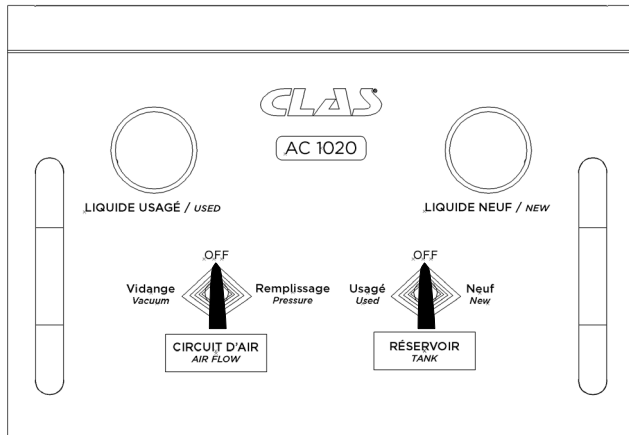
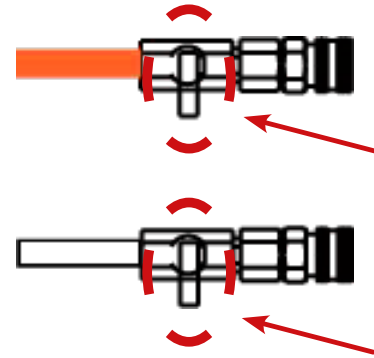

Fig. 1
Fig. 2
### 1. Position initiale (Fig. 1, Fig. 2)
- Pour aspirer un maximum de liquide, réamorcer l'aspiration en cours d'opération par une courte mise à l'air libre du circuit. Pour cela, ouvrez une vis de purge accessible puis refermez-la. Si aucune vis n'est accessible, vous pouvez soulever légèrement le cône et le replacer dans le vase. En fin d'aspiration, positionnez simplement la vanne circuit d'air sur " Off " (Fig.1) en laissant la vanne du tuyau transparente ouverte pour l'étape suivante.
- Avant de lancer le remplissage, il est important de contrôler la bonne étanchéité du circuit. Pour cela, maintenez le vide dans le circuit pendant quelques secondes. Si l'aiguille du manomètre de la cuve de liquide usagé remonte, une fuite se cache sûrement dans le circuit. Si l'aiguille reste en place, vous pouvez fermer la vanne d'aspiration de l'adaptateur Y (Fig. 2) tout en laissant le cône bien en place dans le vase pour le remplissage.